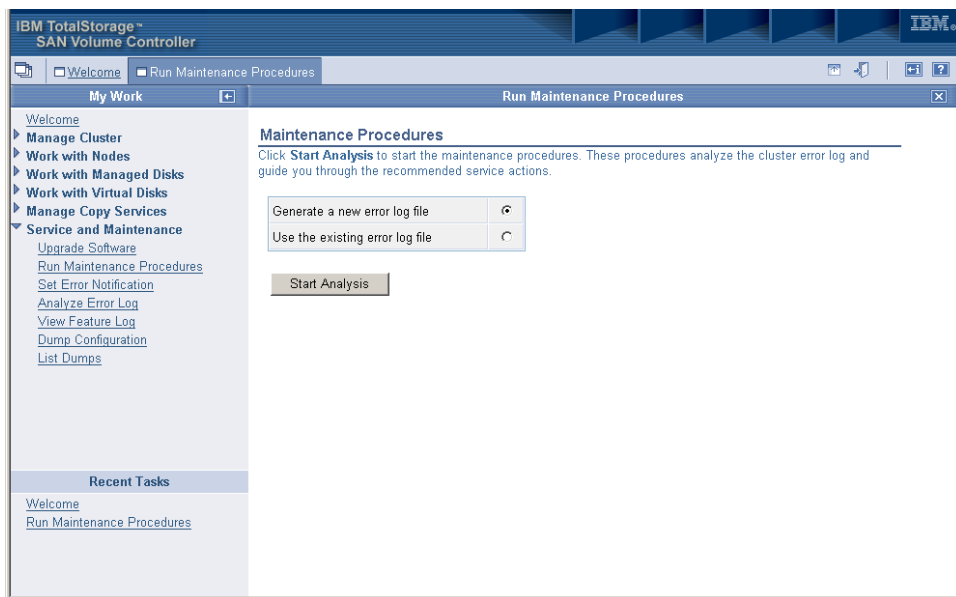

图 49. 启动定向维护过程时显示的内容的示例
1. 当定向维护过程启动时，您将看到第 37 页的图 49 中显示的内容。